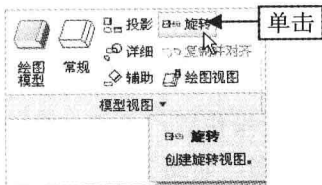

图 12-39 单击“旋转”按钮
Step 02 在“功能区”选项板的“布局”选项卡中，单击“模型视图”面板中的“旋转”按钮 ，如图 12-39 所示。